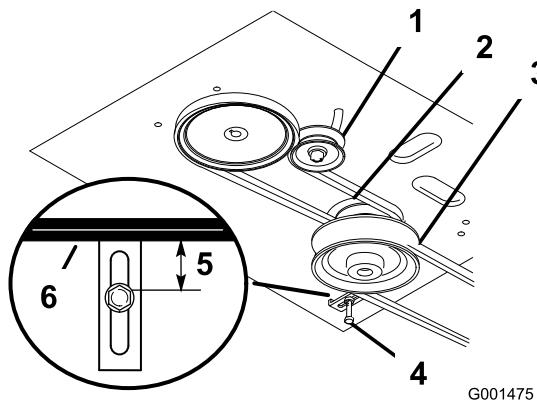

Figure 38
4. Enlevez la courroie du tablier de coupe (Figure 38).
5. Desserez le boulon de pivot jusqu'à ce que la poulie de tension puisse coulisser dans la fente et déposez la courroie de transmission du moteur et des poulies d' entraînement (Figure 38).
6. Montez la courroie d' entraînement neuve sur les poulies de moteur et d' entraînement (Figure 38).
7. Insérez la poulie de tension dans le bâti du moteur pour tendre la courroie de transmission (Figure 38).
8. Installez la courroie du tablier de coupe (Figure 38).
9. Vérifiez que le guide de courroie sous le bâti du moteur est réglé correctement (Figure 38).
- Vérifiez que le guide de courroie sous le bâti du moteur est réglé correctement (Figure 38).